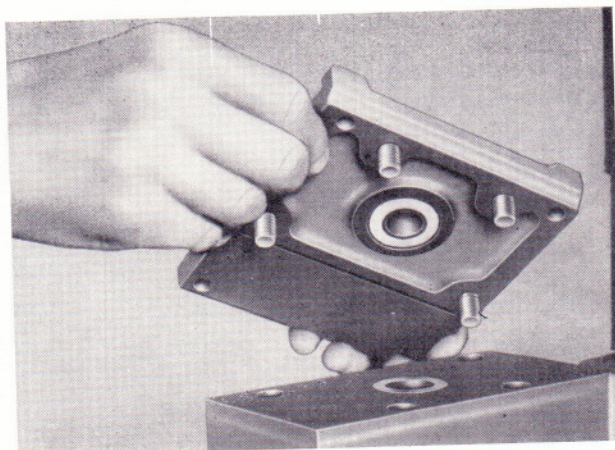

Bild 146
- **Konsole für den Kolbenverdichter auf dem Kurbelgehäuse befestigen – vorher den unteren Dichtring leicht einfetten und richtig in den Konsolenboden einpassen (Bild 146).**